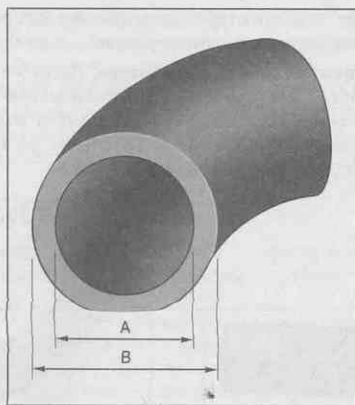

Рис. 14.7. Гибкий патрубок радиатора
- **Диаметр, цвет и длина шланга.** Шланги обычно обозначаются по **внутреннему диаметру** (рис. 14.7), поэтому, перед тем как направиться в магазин, снимите шланг, измерьте его внутренний диаметр, а затем установите обратно.